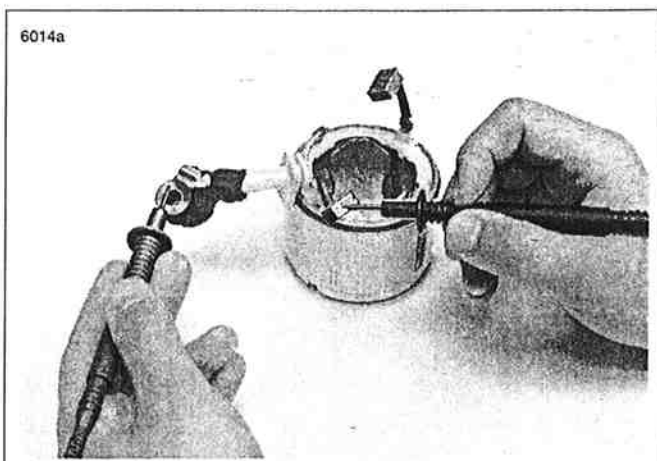

Figura 5-12. Prueba de campo abierto y con conexión a tierra
12. Vea la Figura 5-12. Compruebe si EL DEVANADO DE CAMPO ESTÁ A TIERRA con un óhmetro o un probador de continuidad.